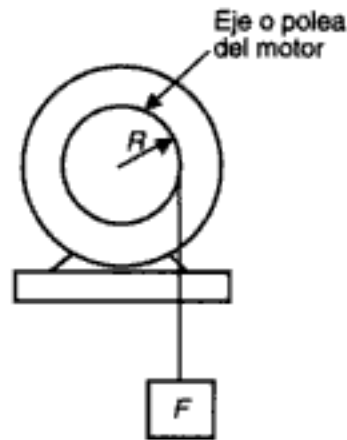

Figura 16. Representación del par motor en un motor eléctrico.
Se denomina par motor al producto del radio de la polea motriz (R) por la fuerza (F) que actúa tangencialmente en el extremo de dicha polea (figura 16).